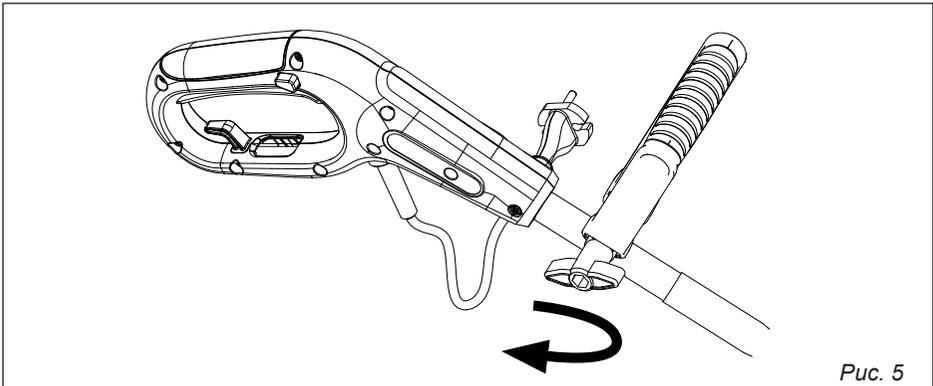

Рис. 5
4. Поверните рукоятку и зафиксируйте в удобном для вас положении (рис. 5).